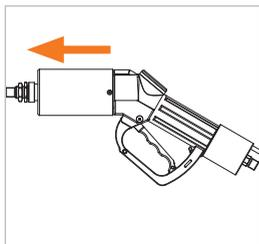

Abbildung 25
- ▶ Ziehen Sie den WEH® Servicenippel vorsichtig und gerade aus der Füllkupplung heraus (*Abbildung 25*).